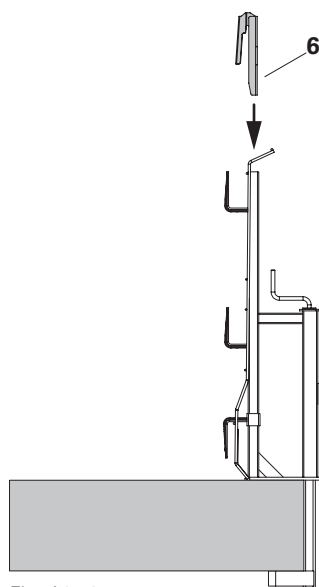

Fig. A2.12
1. Infilare il supporto a morsa GH-2 dall'alto nel tubo del supporto parapetto a morsa-2. (Fig. A2.12/A2.13)